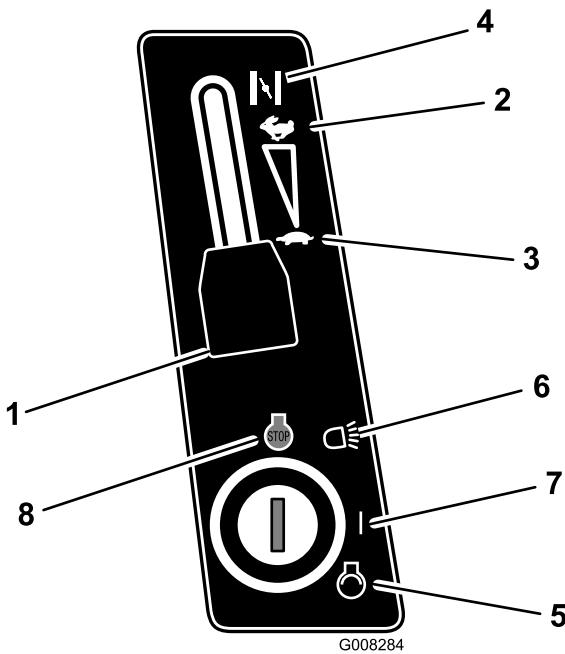

Figura 13
5. Per avviare il motore a freddo spostate la leva di comando dell'acceleratore in posizione Starter (Figura 13).
6. Portate la leva di comando dell'acceleratore in posizione Slow (Figura 13).
7. Girate la chiave di accensione in senso orario e tenetela in posizione Start (Figura 13). Rilasciatela quando il motore si accende.
8. Quando il motore è acceso, spostate lentamente la leva di controllo dell'acceleratore in posizione Fast (Figura 13).
1. Portate la leva di controllo dell'acceleratore in posizione Slow (Figura 13).
2. Girate la chiave di accensione in posizione Off (Figura 13).